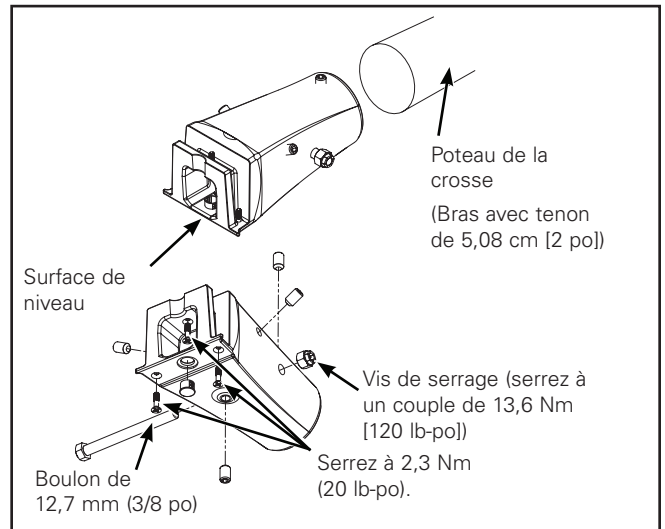

Figure 7.
Montage sur crosse (figures 7 et 8)
6. Repliez les fils du luminaire et de l'adaptateur de crosse vers l'extérieur et faites glisser le luminaire sur l'adaptateur de crosse. Serrez les trois vis à tête cruciforme à un couple de 2,3 Nm (20 po-lb) et installez le goujon en plastique sur la vis centrale. (figure 7).